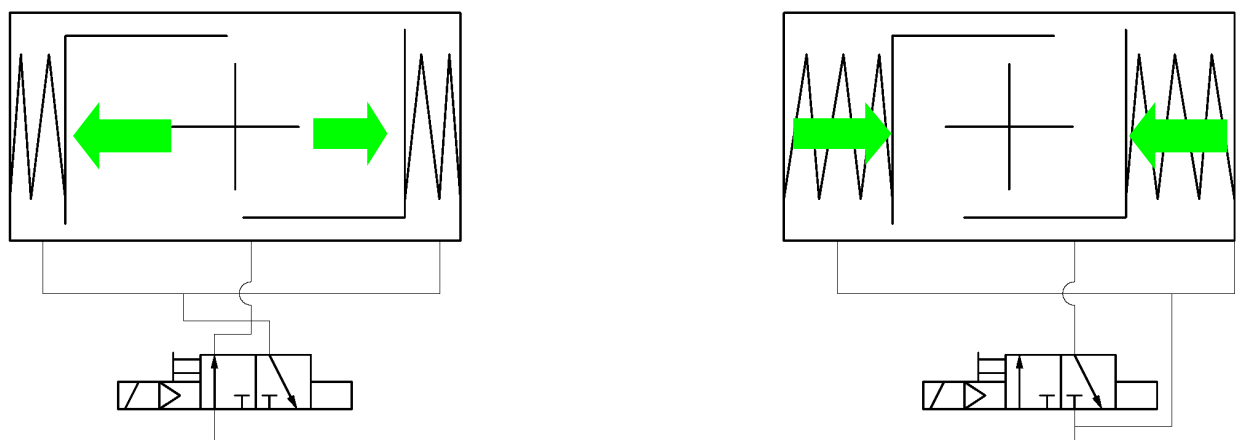

Figura 2 :Schemele de racordare pentru mecanismele cu acțiune simplă EB SYS
- ▶ mecanismele cu acționare simplă cu arc de revenire EBx.1 SYS sunt prezentate în figura 2
<p>În varianta standard a mecanismului de acțiune, alimentarea cu aer de control prin racordul din stânga trebuie să producă o acțiune în sens antiorar , iar alimentarea prin racordul din dreapta o acțiune în sens orar. Mecanismele de acțiune cu arc de revenire trebuie alimentate numai prin racordul din dreapta, vezi figura 2</p>